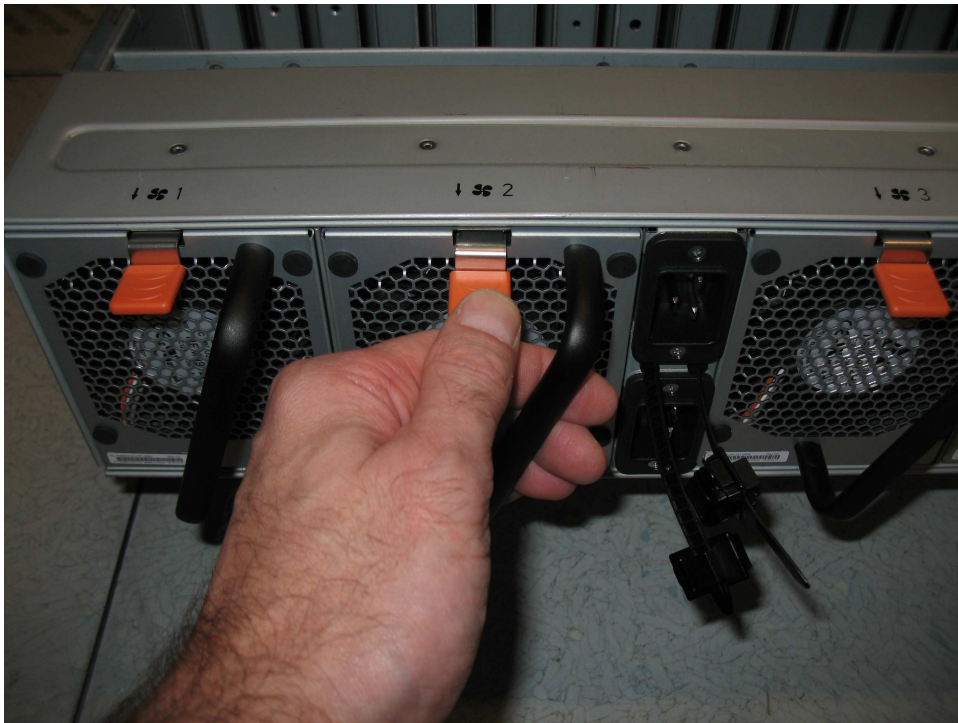

図 103. ファン・モジュールの解放タブ
2. 図 103 に示すように、ファン・モジュールの解放タブを押します。